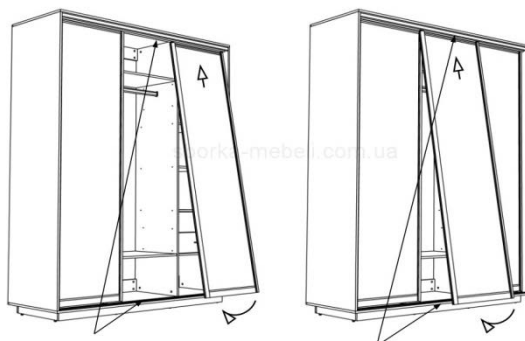

Рис.4
2. Установите двери сверху вниз Рис.4, затем в верхнюю направляющую установите стопоры. Стопор обеспечивает фиксацию дверей в крайнем положении и исключает